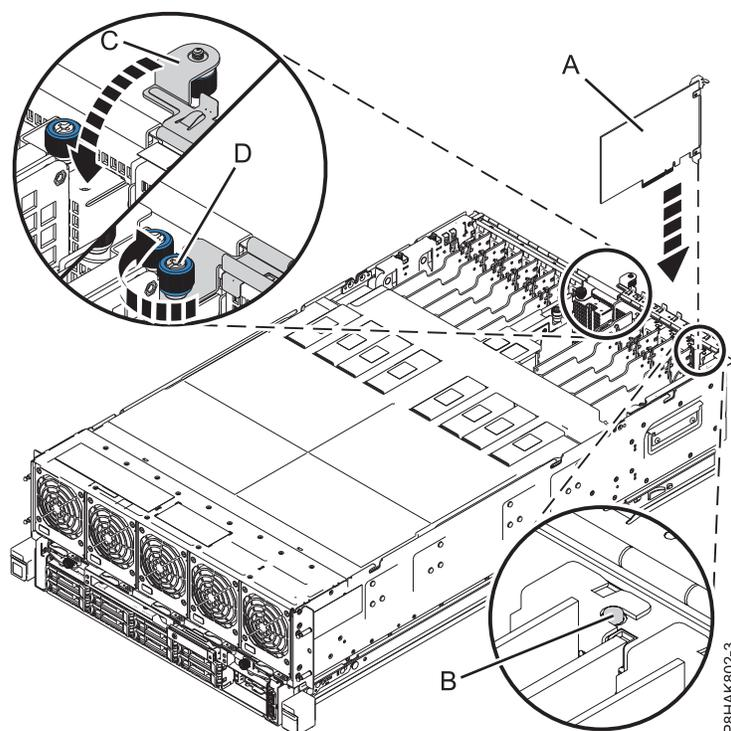

Figure 12. Installation ou remise en place d'une carte PCIe dans le système 8408-44E ou 8408-E8E
6. Saisissez avec précaution le bord supérieur ou la contre-poupée de la carte et alignez la carte avec l'emplacement et son connecteur sur le fond de panier du système (A), comme illustré dans la figure 12, à la page 19.
9. Assurez-vous que l'encoche de la contre-poupée entre en contact avec la broche sur le châssis du système. Voir (B) dans la figure 12.
10. Fermez le support de fixation d'E-S (C) en le faisant pivoter vers le bas, puis serrez la vis moletée captive (D) jusqu'à ce qu'elle soit fixée au châssis du système. Voir figure 12.